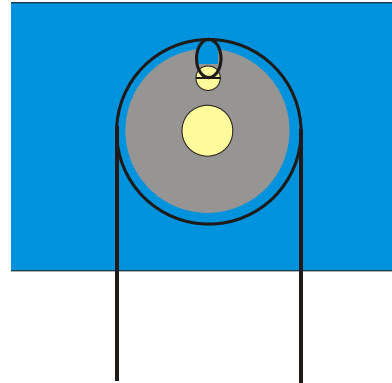

Fig. 8 Representación esquemática del paso del hilo alrededor de la roldana en el sensor de carrera (U11371)
- Se afloja el tornillo en la roldana del sensor de carrera. Se le da una vuelta al hilo alrededor de la roldana, se saca de la ranura y se hace un lazo alrededor del tornillo. Se fija el hilo con el tornillo (ver fig. 8).